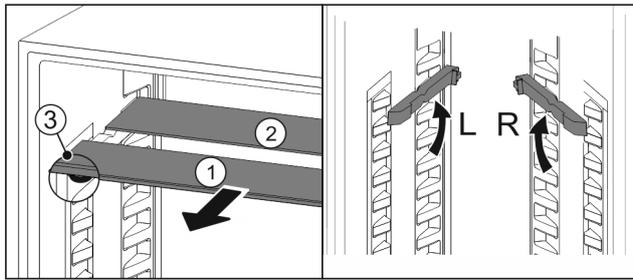

Fig. 102
- ▶ Retire las placas de cristal individualmente hacia delante Fig. 102 (1).
- ▷ La placa de vidrio Fig. 102 (1) con moldura está situada delante.
- ▷ Los topes Fig. 102 (3) miran hacia abajo.